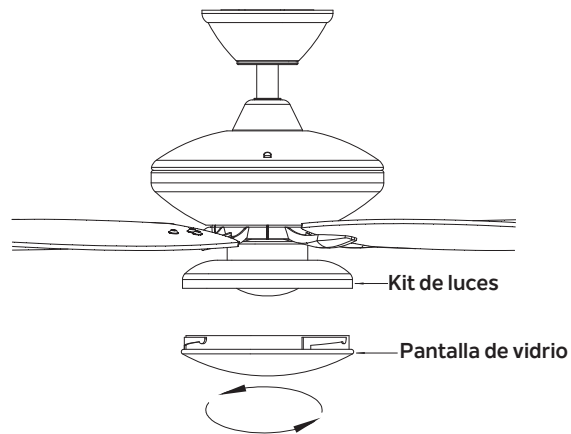

Fig. 17
**Paso 1.** Empuja la pantalla de vidrio contra el kit de luces y gira hacia la derecha hasta ajustar. NO APRIETES DEMASIADO. (Fig. 17)